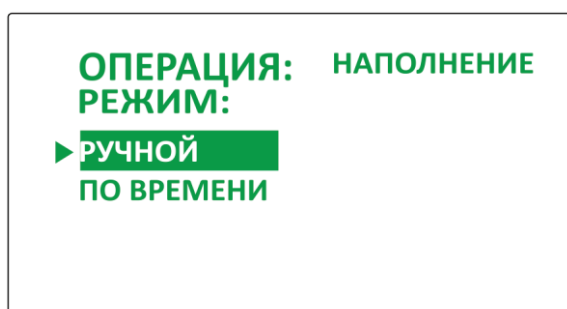

Рисунок 11
8.2.7.2. Нажать кнопку-индикатор настройки , отобразится меню выбора режима завершения операции слива (Рисунок 11), и все кнопки-индикаторы перейдут в режим мигающей подсветки.